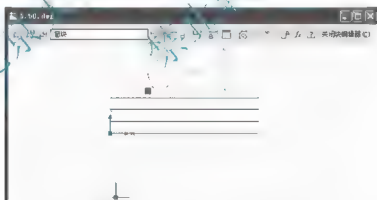
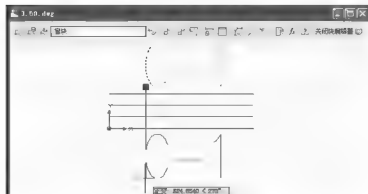

图 3.84 选中“C-1”
图 3.85 向下挪动“C-1”
② 选择“窗”图块, 单击【确定】按钮, 进入【块编辑器】。
③ 如图 3.84 所示, 选中“C-1”, 出现蓝色夹点。单击蓝色夹点, 该夹点变红, 然后垂直向下拖动光标, 将“C-1”放在如图 3.85 所示位置。